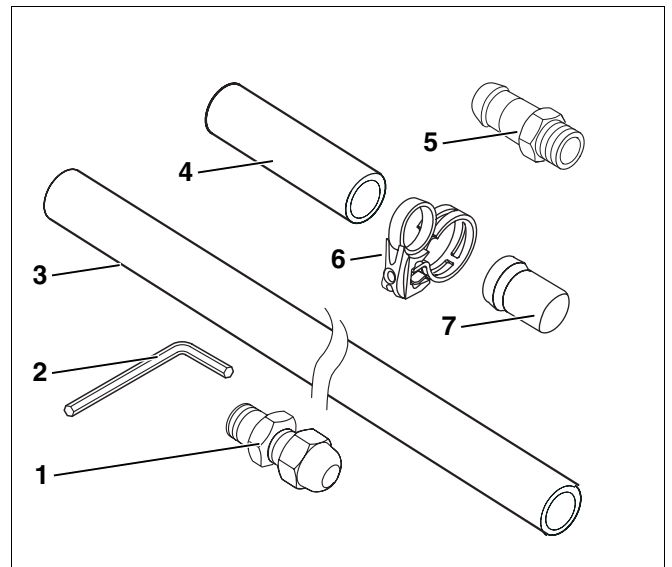

Fig. 4 Conjunto básico de tubos
4.2.3 Conjunto básico de tubos (por campo de colectores) – Fig. 4